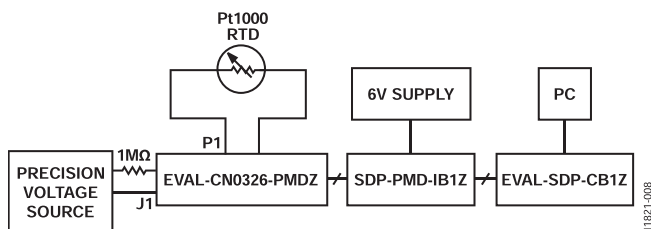
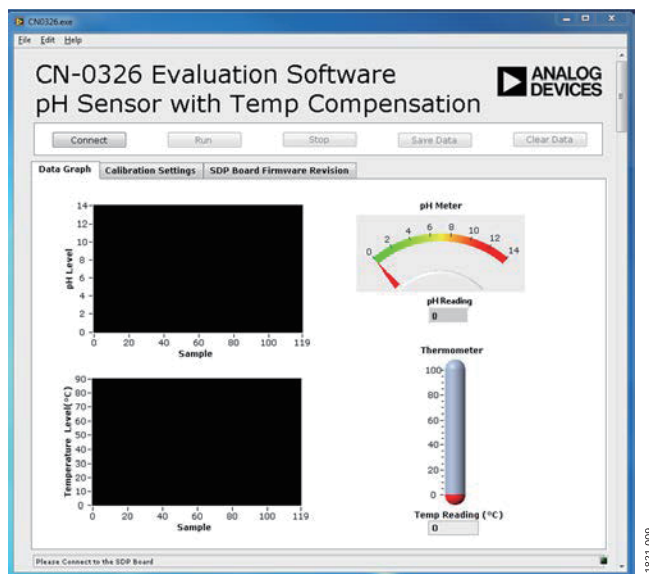

图8. pH传感器测试设置功能框图
图9. 评估软件主窗口
- 在运行图9所示程序之前，将pH探针的BNC端子和RTD传感器连接至EVAL-CN0326-PMDZ的端子插孔中。
- 在接好并打开所有外设和电源之后，在图9所示图形用户界面上单击Connect(连接)。当PC成功检测到评估系统时，即可使用图9所示软件对EVAL-CN0326-PMDZ电路板进行评估。
测试设置的功能框图如图8所示。该测试设置应按图中所示方式连接。主软件窗口的屏幕截图如图9所示。
用Agilent E3631A和Yokogawa GS200精密电压来仿真传感器输出。Yokogawa的负端子连接至pH传感器所用ADC的负端子。正端子与电阻串联，接至ADC的正端子，如图8所示。Yokogawa产生 ± 420 mV电压，然后仿真pH传感器输出，随后改变串联电阻值，以仿真pH探针的玻璃电极的阻抗，如图8所示。
用CN-0326评估软件来捕获来自EVAL-CN0326-PMDZ电路板的数据，所用设置如图8所示。